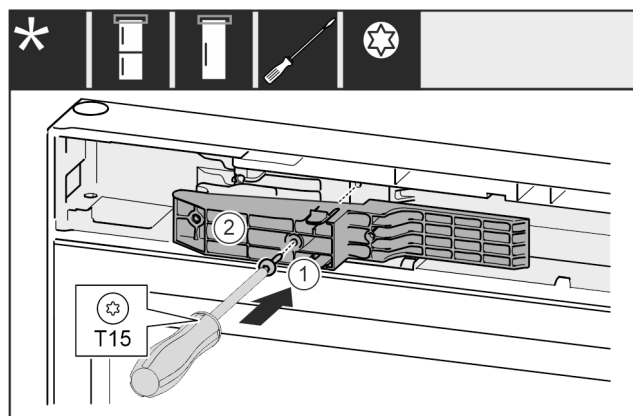

Fig. 70 *
- Ievietojiet adapteri Fig. 70 (1) padziļinājumā satveršanas pusē.*
- Ar skrūvgriezi pieskrūvējiet skrūvi Fig. 70 (2).*